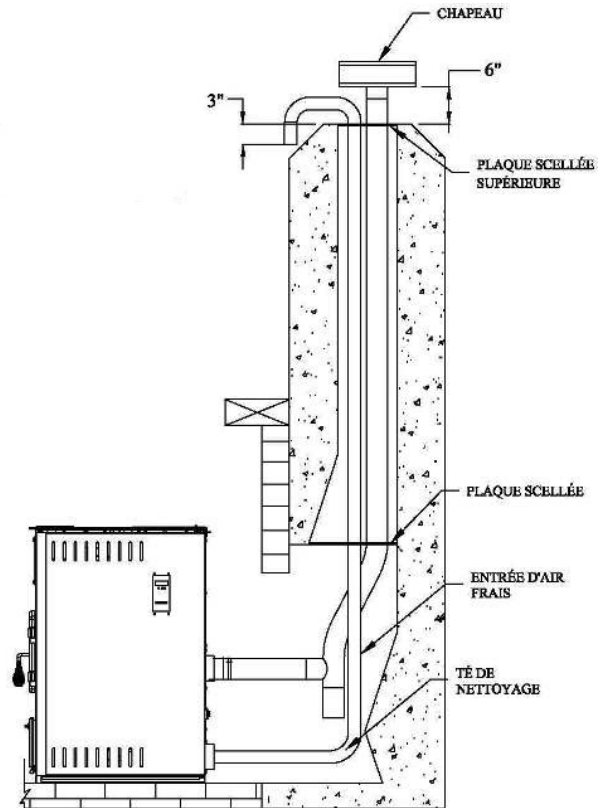

Figure 15
(voir figure 15)
3. Installez une plaque scellée à l'intérieur de la cheminée (voir figure 15.)